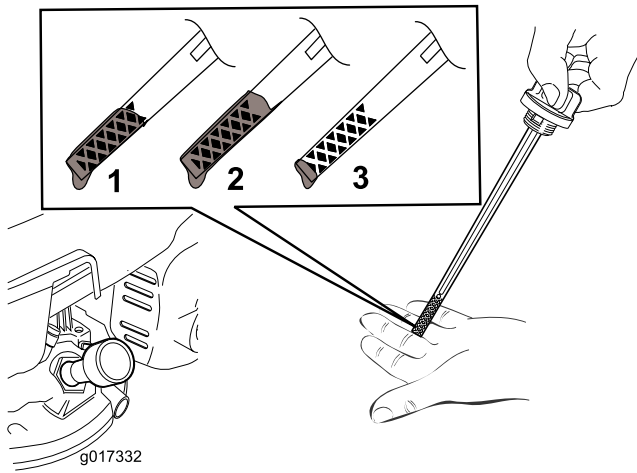

Figura 7
2. Retire la varilla (Figura 7).
Nota: Llene el cárter con aceite hasta que la varilla indique que el nivel del aceite del motor es correcto, según se muestra en **Figura 7**. Si usted llena demasiado el motor, vacíe el exceso de aceite según se indica en **Cómo cambiar el aceite del motor (página 16)**.